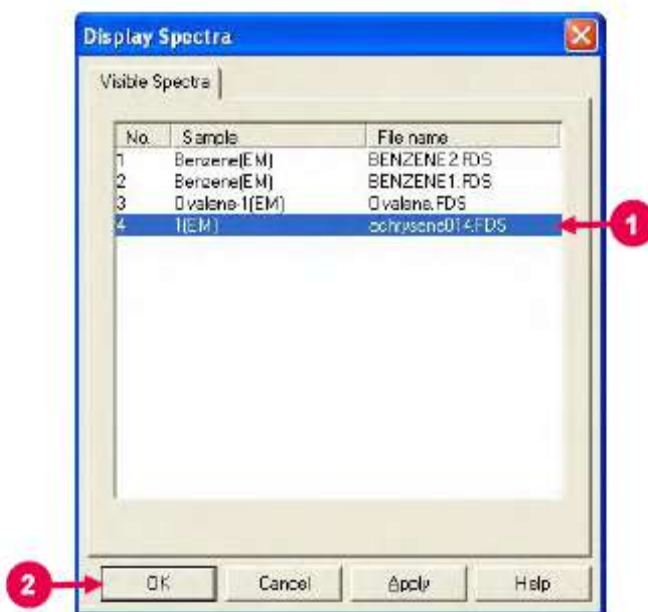

Рис. 7-28
- (1) Нажмите кнопку  «Отображение спектров» (Display Spectra) на панели инструментов «Спектр». Появится окно, изображенное на рис. 7-28.
- (2) Выберите желаемое имя выборки из списка «Видимые спектры» (Visible spectra). Выбранное имя будет подсвечено синим цветом. (Смотрите (1) на рис. 7-28). (Несколько спектров можно выбрать, нажав левую кнопку мыши на желаемом имени выборки, удерживая клавишу Shift на клавиатуре).
- (3) Нажмите кнопку «ОК». (Смотрите (2) на рис. 7-28).
- (4) В окне спектра будут отображаться только выбранные спектры. В данном примере показан спектр №4. Этот спектр не будет распечатан, а имя выборки, метод анализа, и т.д. можно распечатать.